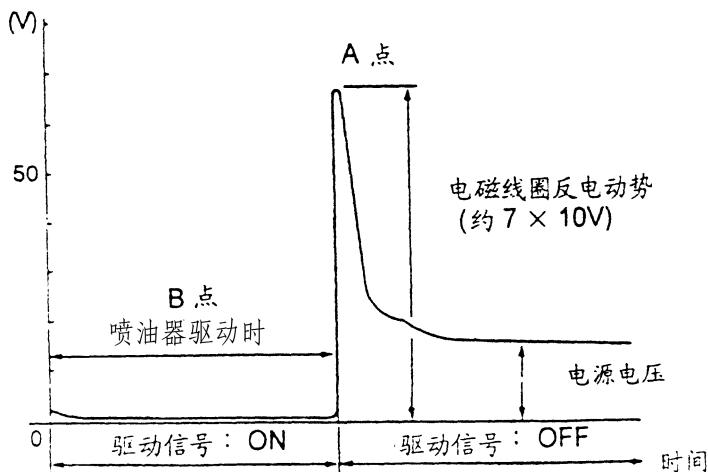
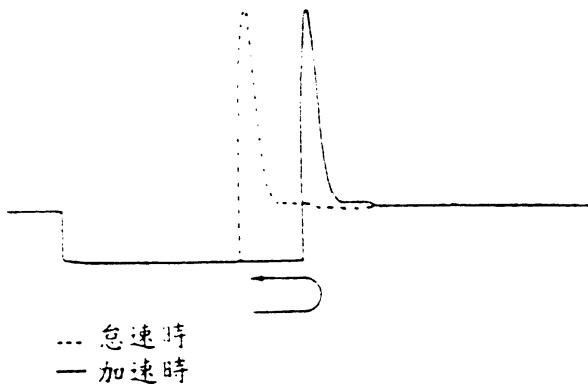

图 3-17 喷油器的标准波形
图 3-18 喷油器驱动时间波形
(4) 在示波器中，观察到的喷油器的标准波形见图 3-17 所示。由于喷油系统分组喷射方式进行（喷油器区分为两组），若有其中一组驱动回路或一级喷油器发生异常，而另一组喷油器的驱动回路仍可正常运作时。此时仍显示正常波形。若发动机 ECU 驱动喷油器的功率晶体管发生异常，则波形会显示异常。其中 A 点表示磁场线圈反电动势高度，B 点表示喷油器驱动时间。与标准波形对照磁场线圈及电动势太低，或是完全没有出现。可能原因是喷油器磁场线圈短路。喷油器驱动时间，与 MUT-II 应同步显示的时间相同。发动机突然加速时，喷油器驱动时间最初会大幅延长，但又马上配合发动机转速来调整（图 3-18）。